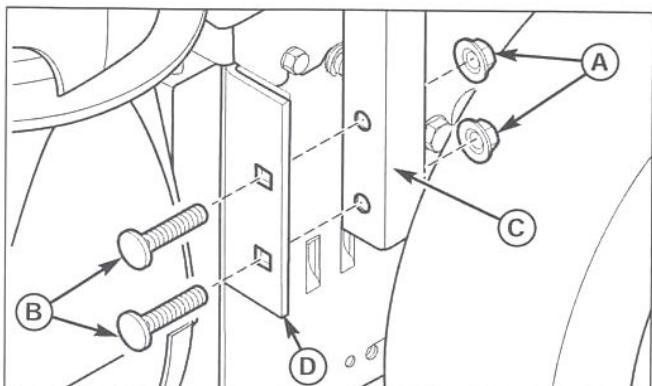

Рис. 32. Снятие нижней трубы
10. Снимите две шестигранные гайки 5/16-18 (A, рис. 32), и два болта с квадратным подголовком 5/16-18x1-1/2 (B), удерживающих колено трубы (C) на опорной пластине (D).
16. Установите желоб и поворотный механизм, снятые ранее (см. рис. 32 и 33). Затяните все гайки с моментом 15 Нм (11 фунт-сила).